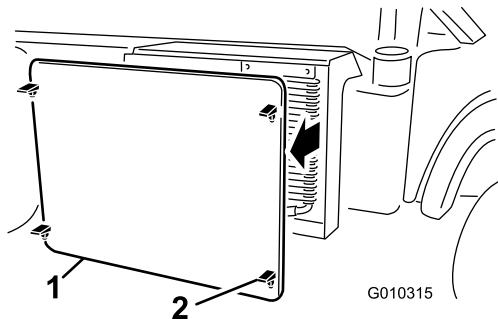

Figura 52
- Sganciate e togliete la griglia del radiatore dalla parte anteriore del radiatore (Figura 52).